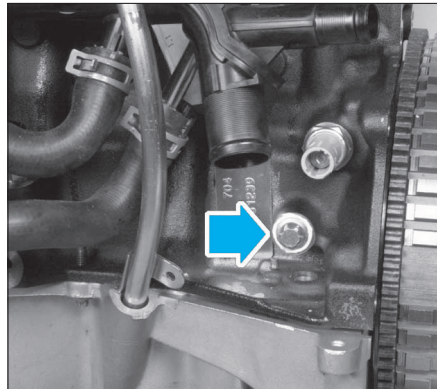

FIG. 23
- le bouchon de pigeage du vilebrequin, situé dans le bas du bloc-cylindres, à l'aide d'une douille Torx E14 (Fig.23).